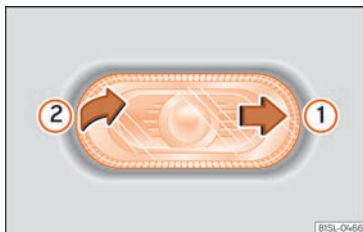
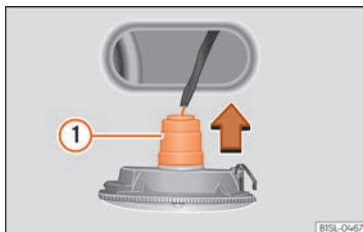

Fig. 56 Démontez le clignotant latéral.
Fig. 57 Clignotant latéral : substitution des ampoules.
- Déplacez d'une main le clignotant latéral vers l'arrière »» **fig. 56** ①.
- Retirez le clignotant latéral de la carrosserie en faisant effet de levier ②.
- Retirez le porte-ampoules avec la lampe dans le sens de la flèche »» **fig. 57** ①.